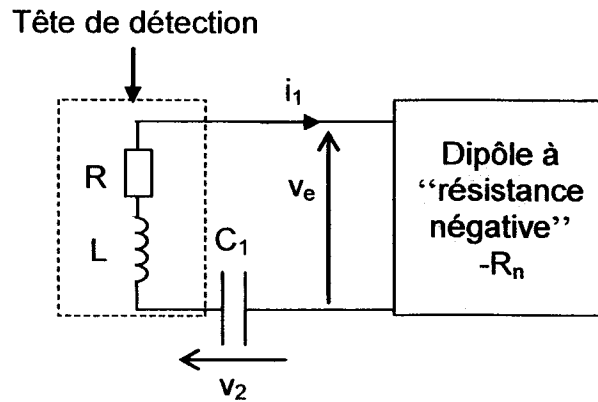

Figure 6
On associe le dipôle \mathbf{RLC}_1 étudié dans la partie B.2.1. au dipôle à résistance négative de la partie B.2.2.. Le montage est représenté sur la **figure 6**.
- a) On règle $\mathbf{R_n}$ de façon à obtenir $\mathbf{R_n = R}$. Simplifier alors le schéma de la **figure 6**.